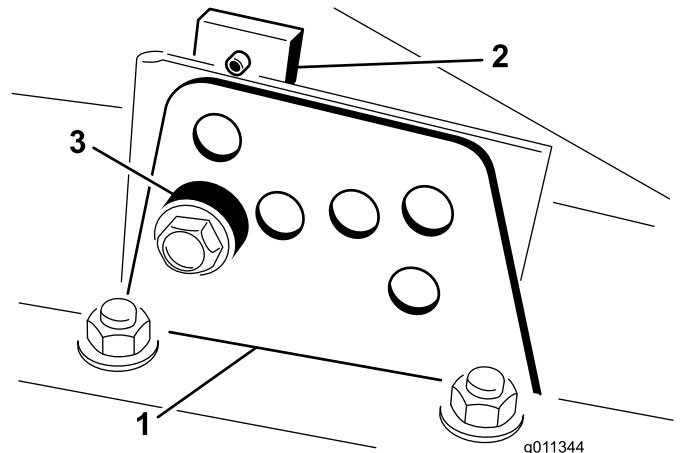

Bild 21
2. Lockern Sie die Schrauben, mit denen die Schnitthöhenhalterungen an der Schnitthöhenplatte (vorne und an beiden Seiten) befestigt sind, siehe (Bild 21).
4. Entfernen Sie das Distanzstück, während Sie gleichzeitig die Kammer abstützen (Bild 21).